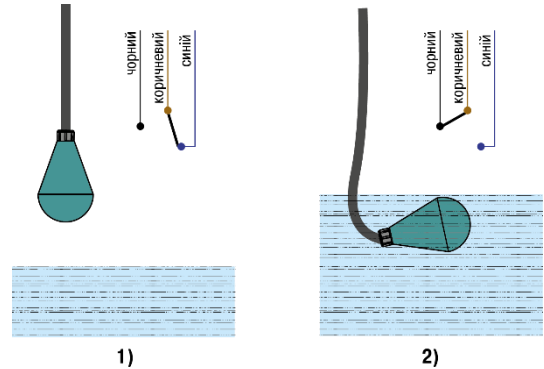

Рисунок 4.1 – Перемикання ПСУ
На *рисунок 4.1* схематично представлено перемикання ПСУ для керування пристроями у разі досягнення (1) мінімального і (2) максимального рівнів спрацювання.